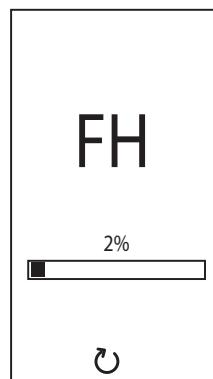

рис. 8- Выпуск воздуха с включенным вентилятором
- В течение последующих 20 секунд на дисплее высвечивается символ "FH", обозначающий цикл стравливания воздуха из системы отопления при работающем вентиляторе (рис. 8).